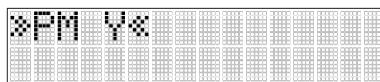

Abb. 19 Untermenü "PlaneMatch"
- 6.) Drücken Sie die E-Taste (j) und lassen Sie sie wieder los, um das Untermenü PlaneMatch zu öffnen; bestätigen Sie die Y-Achse durch erneutes Drücken der E-Taste (j), um die PlaneMatch-Funktion zu starten (siehe Abb. 19).